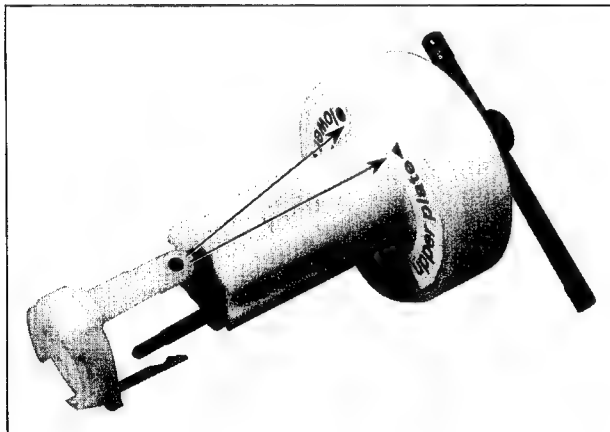

Abb. M3
- Referenzelement des Abziehwerkzeugs auf das Symbol ∇ ausrichten (Abb. M3) und oberes Klemmelement der Kopfscheibe entfernen (kurze Stifte).
- Zum Entfernen des unteren Klemmelements der Kopfscheibe (lange Stifte; siehe Abb. M3) das Referenzelement des Abziehwerkzeugs auf das Symbol O ausrichten. Hebel des Abziehwerkzeugs in Position „CLOSE“-bringen. Abziehwerkzeug durch die 3 Bohrungen auf das untere Klemmelement der Kopfscheibe aufsetzen, wobei die 3 Stifte gut in das Klemmelement eingreifen müssen. Klemmelement durch Drehen des Hebels um 90° lösen und die Kopfscheibe abziehen.